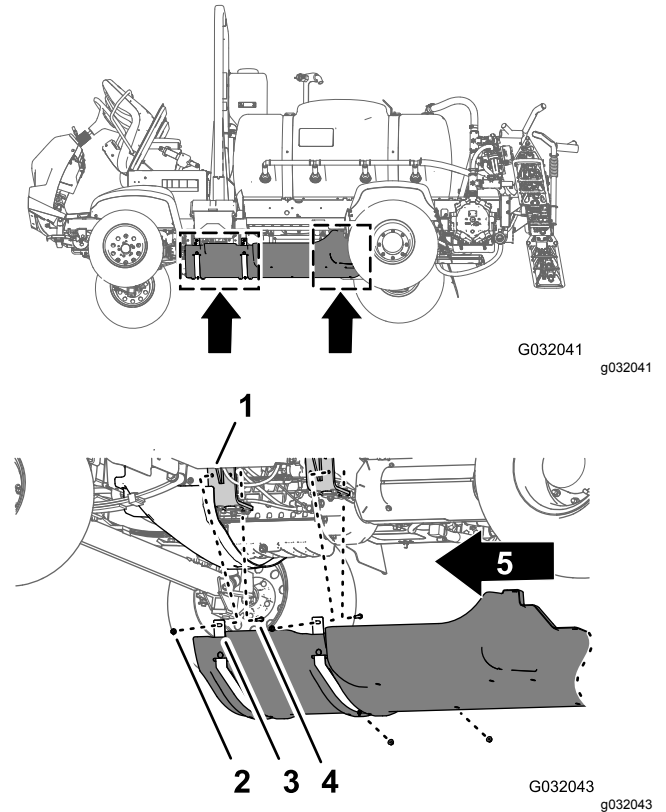

Figura 123
1. Alinee el protector de bajos con el chasis de la máquina (Figura 123).
cuadrado de los soportes de montaje del motor de la máquina (Figura 123).
- Sujete el protector de bajos a los pernos de los soportes de montaje del motor (Figura 123) con las 4 contratueras con arandela prensada (5/16") que retiró en el paso 2 de 7 Retirada del protector de bajos (página 15).